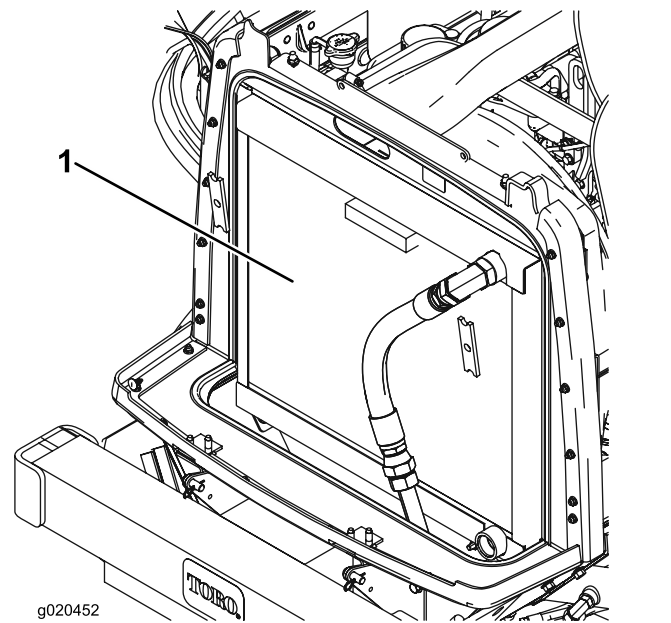

Bild 89
3. Reinigen Sie beide Seiten des Kühlers bzw. Ölkühlers gründlich mit Druckluft (Bild 89).